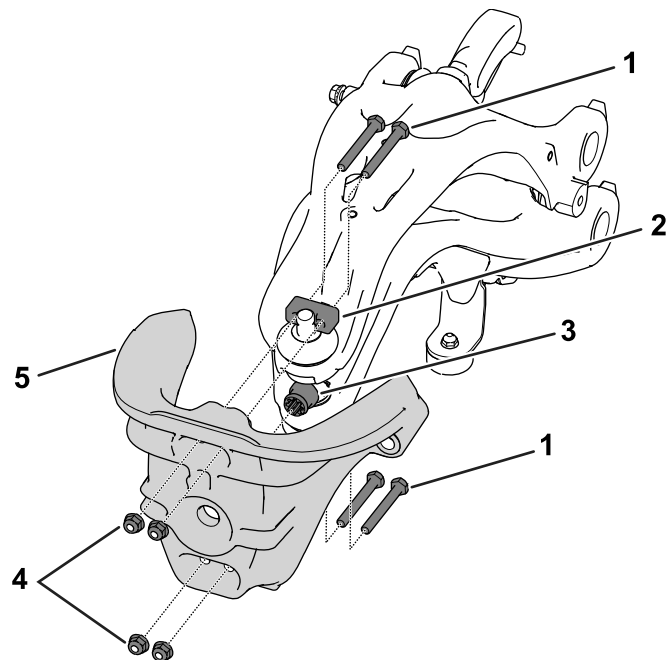

**Figura 2**
2. Remova o conjunto de cruzeta desapertando e removendo as porcas que prendem os braços do conjunto da ligação à cabeça da direção (Figura 2).
7. Instale o conjunto da cruzeta na cabeça da direção (Figura 2).